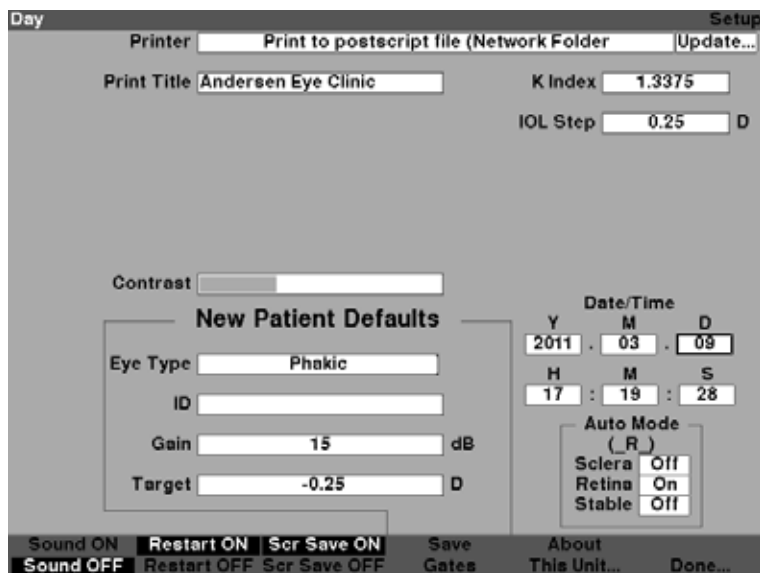

Figura 5-67 Día configurado
4. Presione el control giratorio o el botón \checkmark para guardar el día configurado y desactivar el campo, como se muestra en la Figura 5-67.